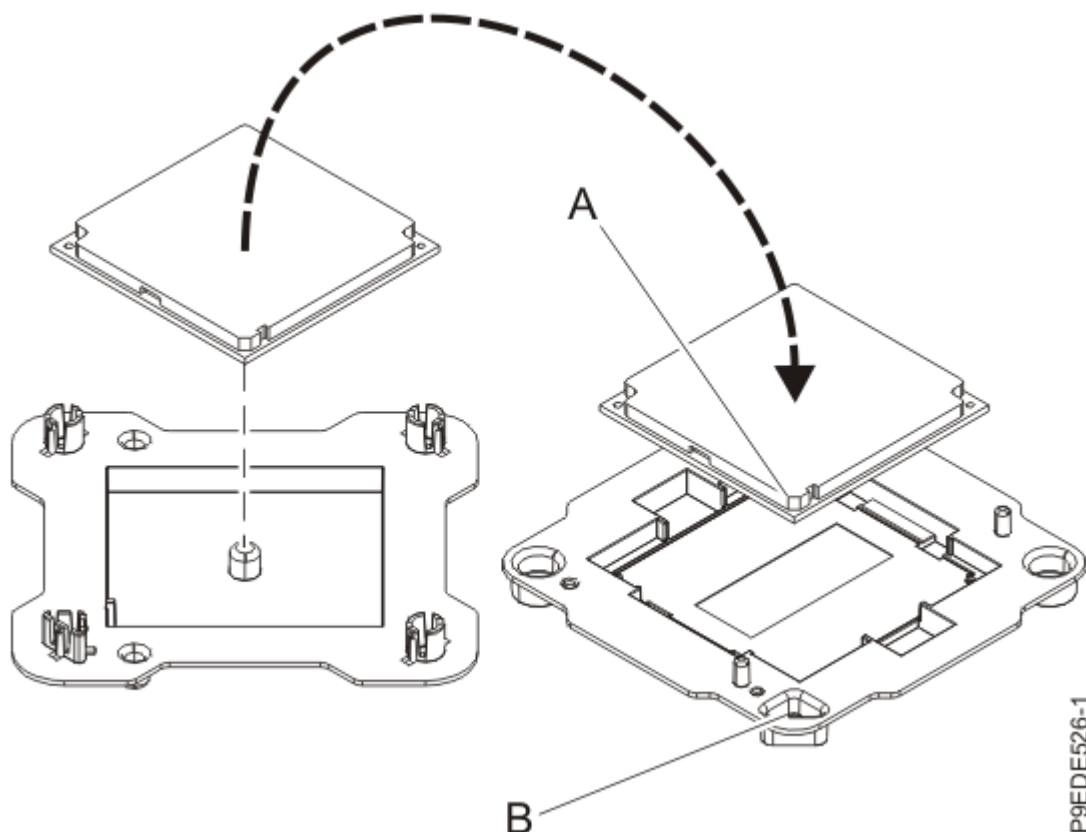

Figura 31. Colocando o módulo de processador do sistema na embalagem
9. Pressione levemente o módulo de processador do sistema que você substituiu pelas bordas e levante-o para fora da tampa da embalagem. Alinhe o canto chanfrado do módulo **(A)** ao canto da embalagem com triângulo **(B)** e coloque-o na embalagem, conforme mostrado na Figura 31 na página 34. Feche a tampa da embalagem.